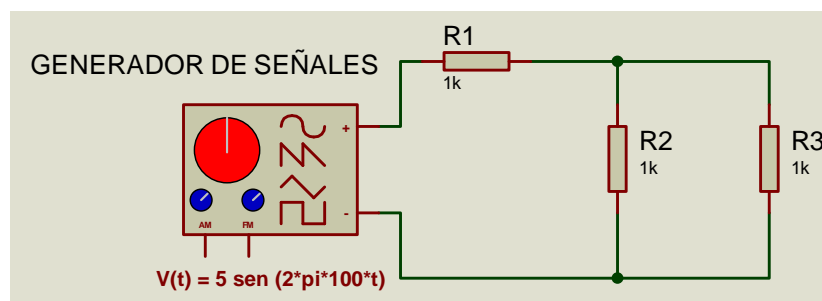

Figura 1
- Hacer los cálculos de tensiones, frecuencias y periodos en los circuitos de la figura 1 y 2.
1) Para el circuito de la figura 1 haga lo siguiente: